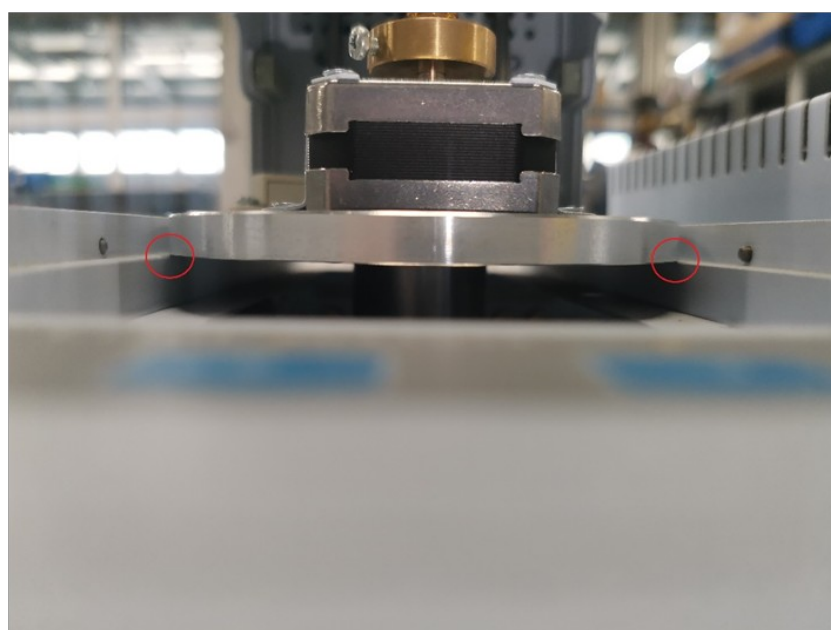

Рис. 8: Основание дозатора
5. Убедитесь, что основание прилегает плотно по всей поверхности направляющих (Рис. 8).